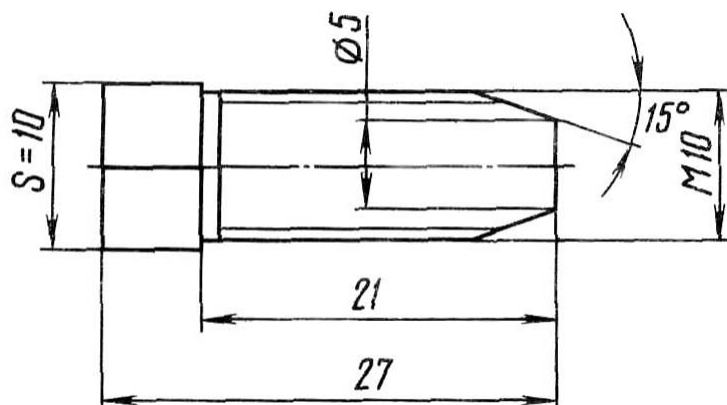

Рис.47. Болт для снятия распределителя
3. Повернуть корпус 6 распределителя так, чтобы отверстия в нем не совпадали с отверстиями в картере 1 рулевого механизма и, заворачивая два специальных болта (рис.47) в картер 1, снять распределитель.